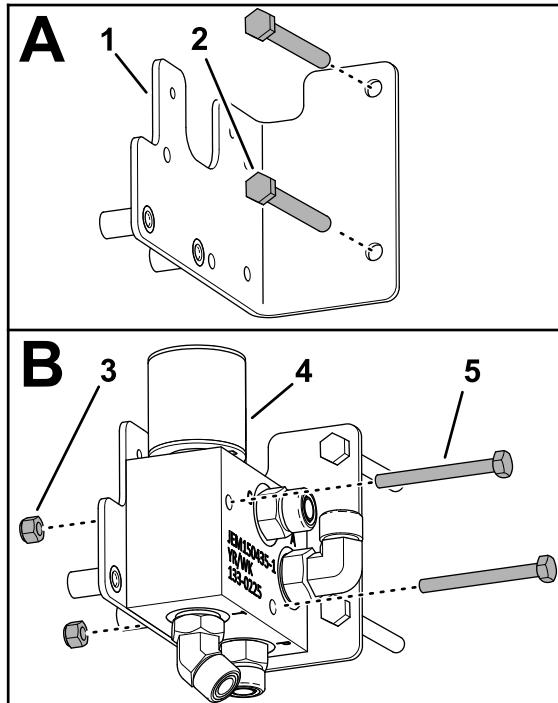

Figura 14
2. Monte los pernos ($5/16'' \times 2\frac{3}{4}''$) que retiró en el paso 1 a través de los taladros en el soporte de la válvula de bajo caudal (Figura 14).